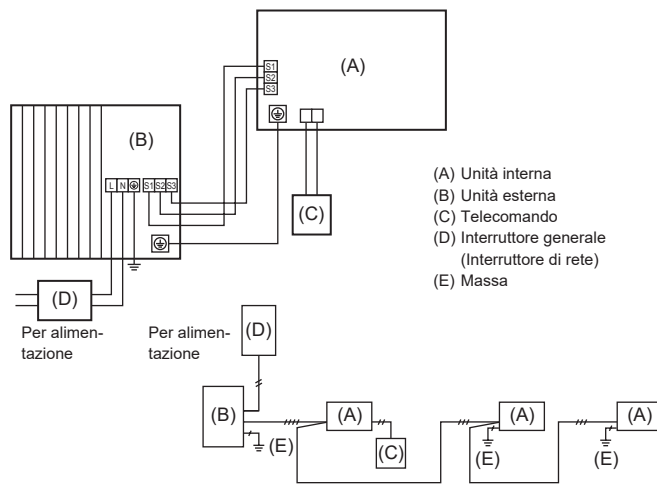
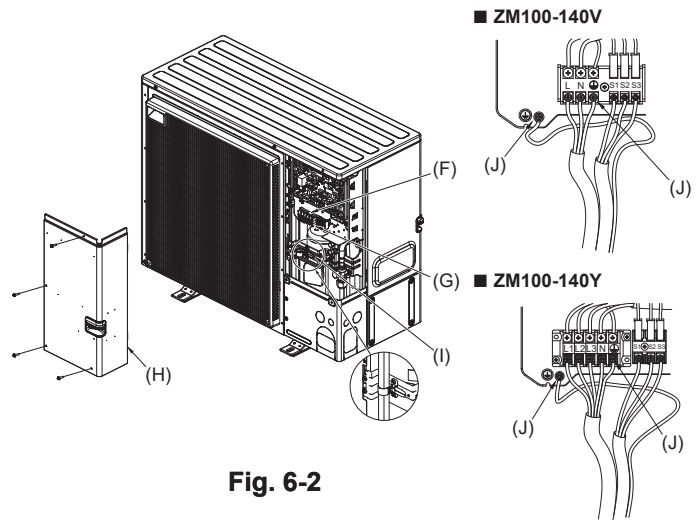

Fig. 6-1
Fig. 6-2
### 6.1. Unità esterna (Fig. 6-1, Fig. 6-2)
(1) Rimuovere il pannello di servizio.
(2) Posizionare i cavi secondo la Fig. 6-1 e la Fig. 6-2.